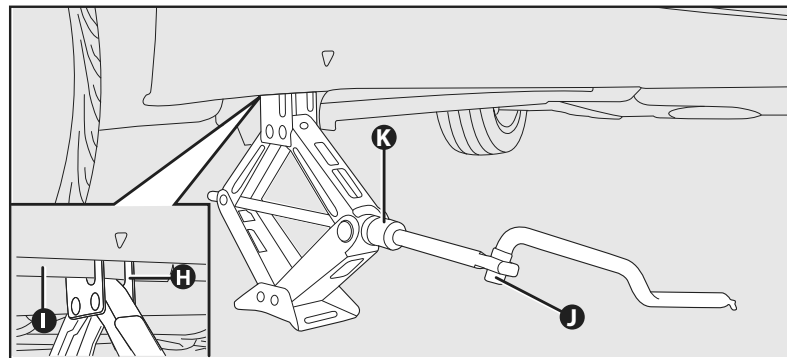

fig. 8
- Certificar-se de que a ranhura **H-fig. 8** do macaco esteja bem encaixada na longarina **I**;